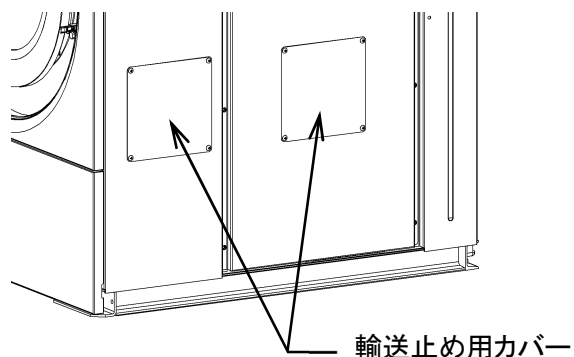

図4-7
2) 輸送止め金具を取り外した後は必ず付属の輸送止め用カバー左右計 5 ヶ所を取り付けてください。(図4-7)